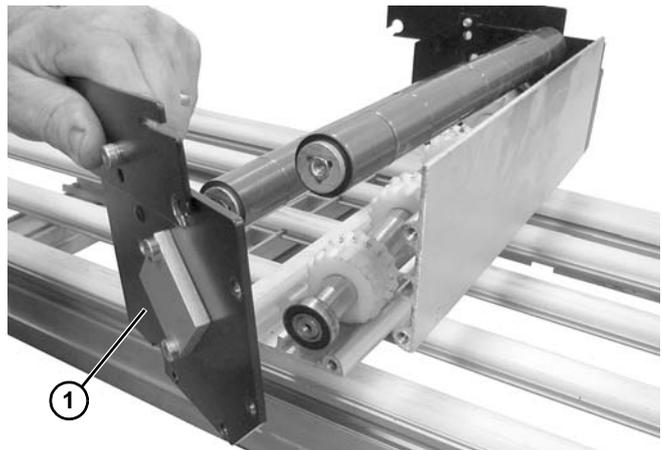

Figure 51
- Retirer la plaque latérale (**Figure 51, élément 1**).